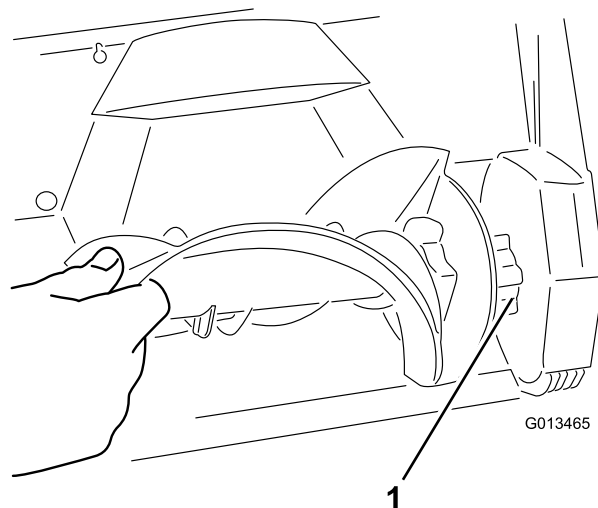

Figure 17
4. Montez le rotor neuf en insérant son extrémité sur l'extrémité ajustée du carter, et tournez le rotor jusqu'à ce qu'il s'enclenche en position (Figure 17).